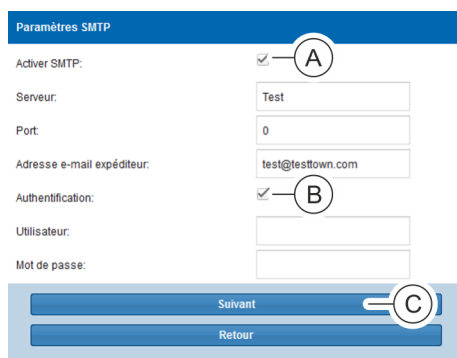

Fig. 60: Fenêtre « Paramètres SMTP »
22. Le cas échéant, cocher la case « Activer SMTP » (Voir la Fig. 60/Ⓐ) et saisir une adresse de serveur, un port et une adresse e-mail d'expéditeur.
23. Le cas échéant, cocher la case « Authentification » (Voir la Fig. 60/Ⓑ) et définir un utilisateur et un mot de passe.
24. Appuyer sur le bouton « Suivant » (Voir la Fig. 60/Ⓒ) pour confirmer la saisie.